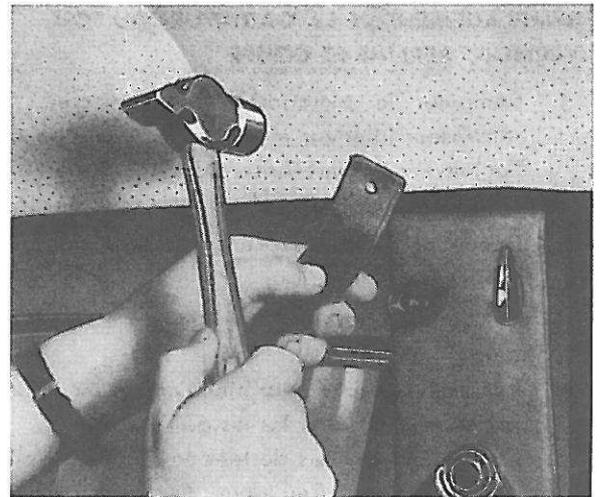

Figure 70. Ajustement de l'attache de la garniture du toit
5. Remettre le bourrelet en place et rabattre l'attache sur le flanc de carrosserie en se servant d'un marteau et d'une cale en caoutchouc, figure 70.
13. Ajustez les attaches le long de la carrosserie en se servant d'un marteau et d'une cale en caoutchouc, figure 70.